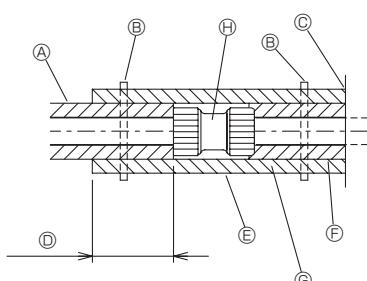

Fig. 4-11
2. Boruları bağladıktan sonra, boruların bağlantı noktasına ve açıkta kalan kısımlarına yalıtım uygulayın. (Fig. 4-11)